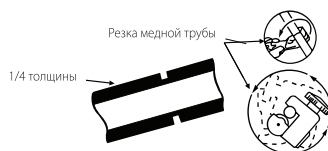

Рис. 24
- Срез трубы должен быть как можно более ровным (См. рис. 24).